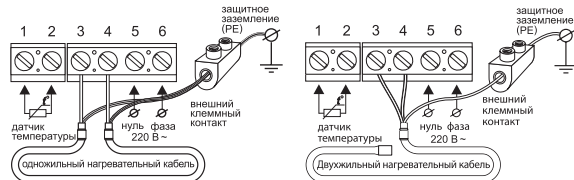

Рис. 3
Датчик температуры подключается к клеммам 1 и 2, (полярность при этом не имеет значения). Напряжение питания (переменное 220 В) подается на клеммы 5 и 6, причем фаза (определяемая индикатором) – на клемму 6, а ноль – на клемму 5. Выводы нагревательной секции или мата подключаются к терморегулятору следующим образом: белый (коричневый) провод подключается к клемме 3; голубой (светло-синий) провод подключается к клемме 4; вывод экранирующей оплетки (желто-зеленый провод) – к линии защитного заземления (PE), через внешний клеммный контакт (рис. 3).